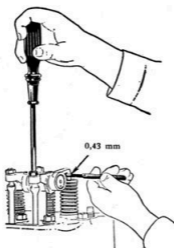

Bild 27. Ventiljustering.
- 6) Lossa låsmuttern och justera skruven på vipparmen så, att bladmåttet nätt och jämnt går mellan ventilspindeln och vipparmen (se bild 27).